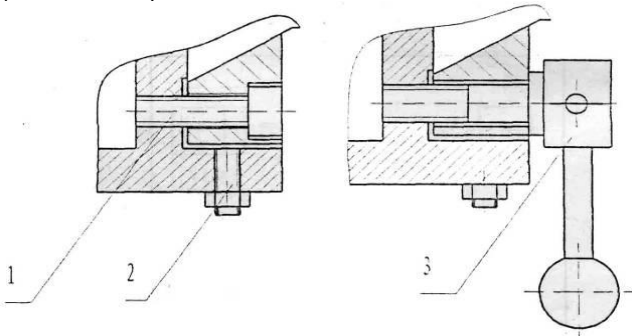

Рис.5
3) Отрегулируйте свободный ход стойки консоли при помощи установочных винтов "1" и "2", двигая при этом консоль, пока не почувствуете небольшое сопротивление. Затяните консоль при помощи стопорного винта "3". (См. Рис. 5).